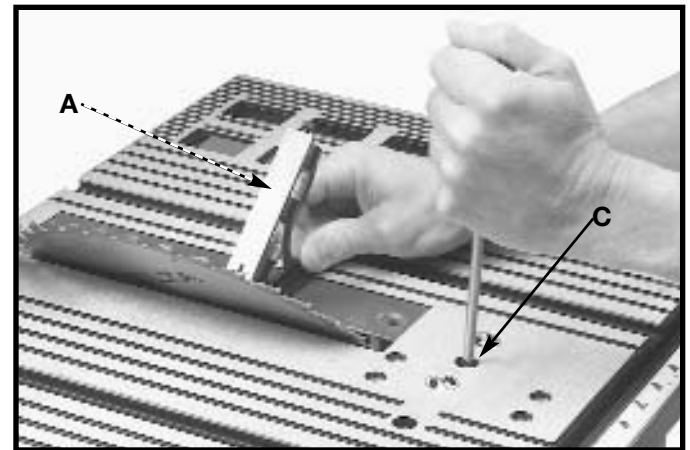

Fig. 32
3. Coloque una escuadra (A) Fig. 32 sobre la mesa y contra la hoja, tal como se ilustra, y revise si la hoja se encuentra a 45 grados de la mesa. Si la hoja no se encuentra a 45 grados a la mesa, afloje el tornillo (C) unas cuantas vueltas y mueva el mecanismo de inclinación de hoja hasta que la hoja quede a 45 grados de la mesa. Ajuste entonces la agarradera de cierre de inclinación de hoja y apriete el tornillo (C) hasta que haga fondo.